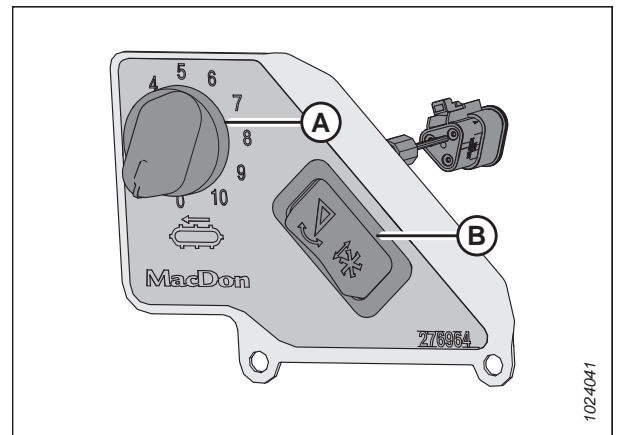

Figura 3.181: Comando della velocità dei tappeti laterali in cabina
Interruttore (B) in Figura 3.181, pagina 167 consente all'operatore di alternare tra i comandi di inclinazione della testata e i comandi longitudinali dell'aspo. Per istruzioni sui comandi, consultare il Regolazione dell'angolo della testata dalla mietitrebbia, pagina 162.